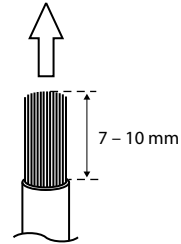

Fig. 8
2. Quite aproximadamente 7 – 10 mm de aislación de los extremos de los alambres. (Fig. 8)